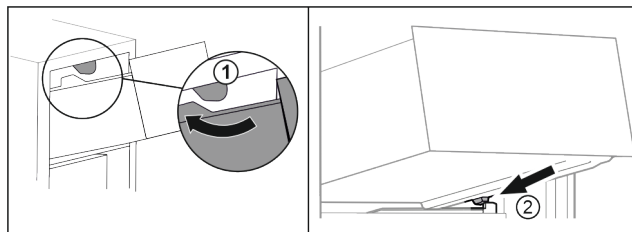

Fig. 133
- ▶ 将抽屉移动到上方止动器附近。 Fig. 133 (1)
- ▶ 将抽屉斜放在容器肋梁上的下方止动器后面。 Fig. 133 (2)